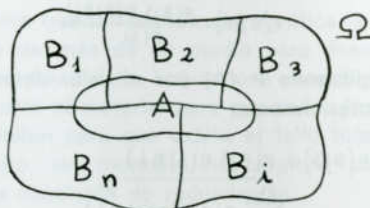

FIG. 5
4.º Uno de los acontecimientos A puede depender de otros acontecimientos B_i , incompatibles entre ellos pero en el que uno debe necesariamente manifestarse; en este caso, se dice que los acontecimientos B_i son colectivamente exhaustivos (Fig. 5).